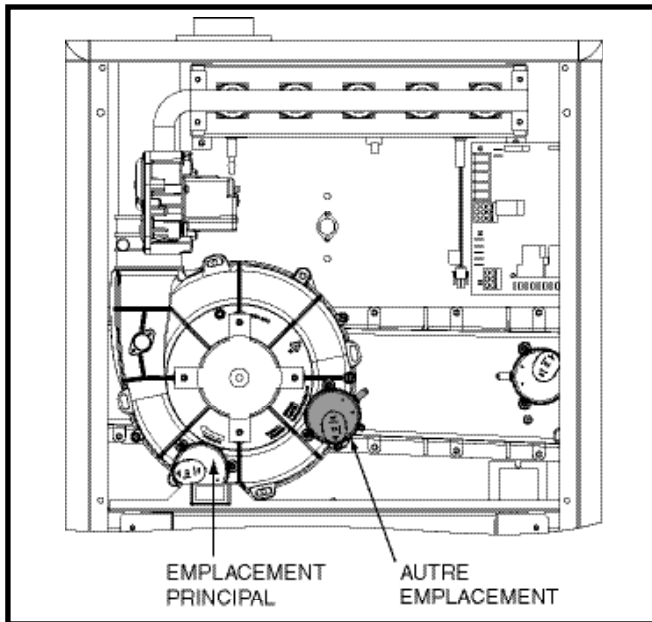

Figure 18. Autre emplacement du pressostat
2. Étiqueter et débrancher les tubes et les fils du pressostat (Figure 18 \(page 19\)).